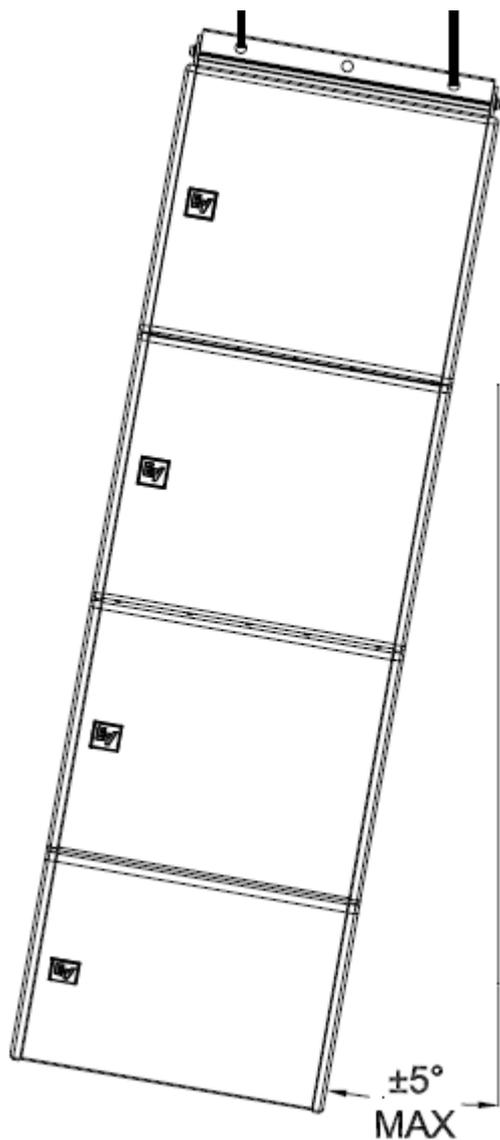

Figura 16
- L'array deve essere perpendicolare al terreno con una tolleranza massima di 5° come mostrato nella Figura 16.